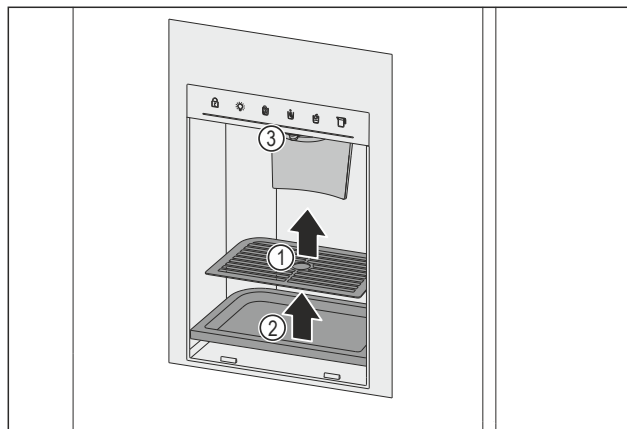

Fig. 156 Entnahme Tropfgitter und Tropfschale
- ▶ Tropfgitter Fig. 156 (1) entnehmen.
- ▶ Tropfschale Fig. 156 (2) entnehmen.
- ▶ Auslass Fig. 156 (3) und Umgebung mit einem weichen, sauberen Tuch, lauwarmem Wasser und etwas Spülmittel reinigen.